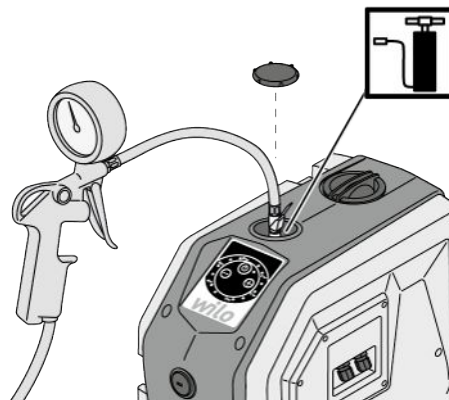
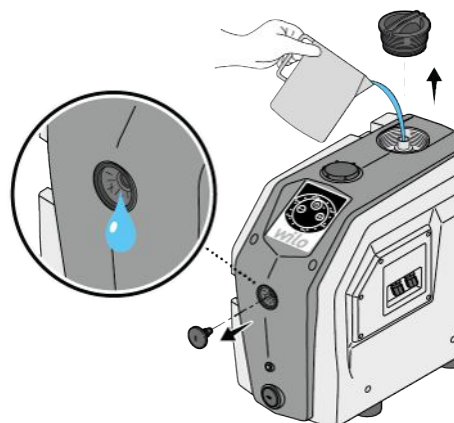

Fig. 7: A membrános tágulási tartály megtöltése
Fig. 10: Betöltés
1. Zárja be a tolózarat (Fig. 7 – poz. 1, 2) a szívó- és nyomóoldalon.
- Ha a terméket szívási üzemmódban (Fig. 7) telepítették, nyomja meg egyidejűleg a „+” és „-” kezelőgombokat 5 másodpercig (Fig. 10).